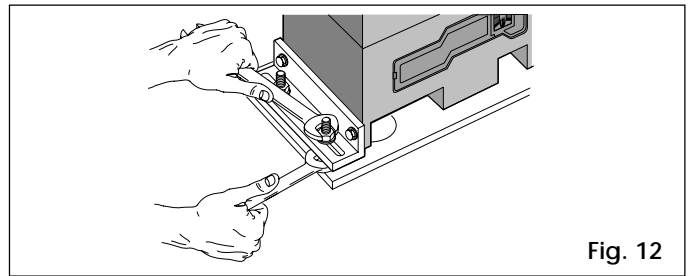

Fig. 12
- 5) Fixer le motoréducteur sur la plaque de fondation au moyen des deux écrous et des plaquettes fournis comme indiqué Fig. 12.